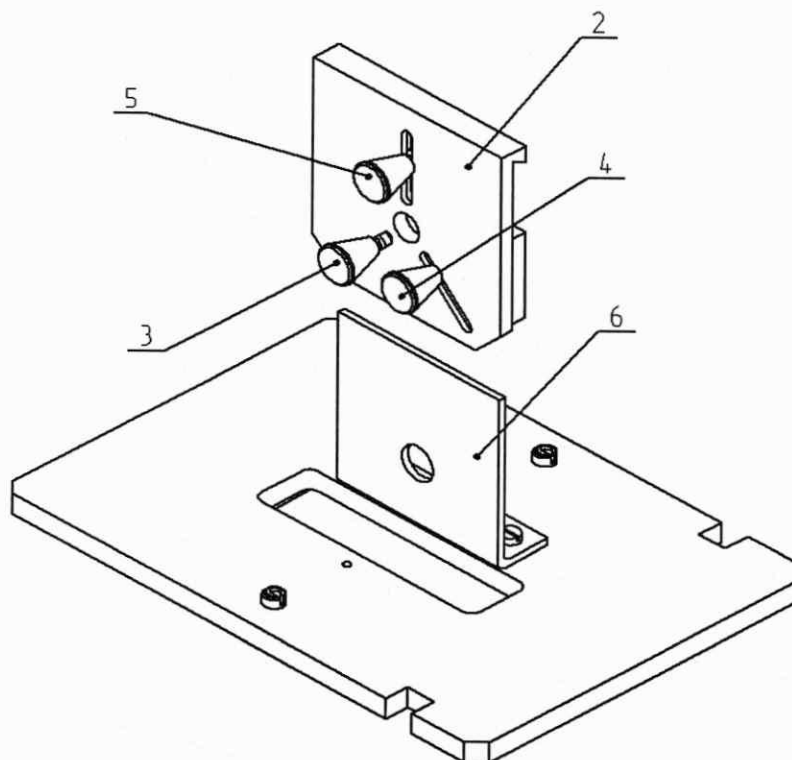

Рис. 17 Установка твердого образца в держатель
- в съемной насадке поз.2 (см. Рис. 17) ослабить и развести винты поз.3, 4, 5 на необходимое расстояние от центра, примерно соответствующее размеру (диаметру) образца;
- установить съемную насадку поз.2 на кронштейн поз.6 (Рис. 17).